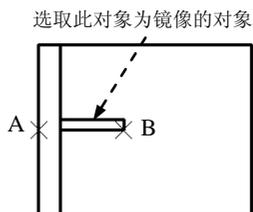

图 17.11.9 特征镜像
(5) 将上一步创建的拉伸实体进行镜像。
① 为了方便镜像操作，先要切换视点。选择下拉菜单 **视图(V)** → **三维视图(T)** →
前视(F) 命令，此时观察的方位如图 17.11.9 所示。
② 进行镜像。选择下拉菜单 **修改(E)** → **镜像(I)** 命令；选取上一步所创建的拉伸实体为要镜像的对象（图 17.11.9），按 Enter 键结束选择；捕捉选取图 17.11.9 中左侧边的终点 A 和端点 B，在命令行中输入字母 N 后按 Enter 键。